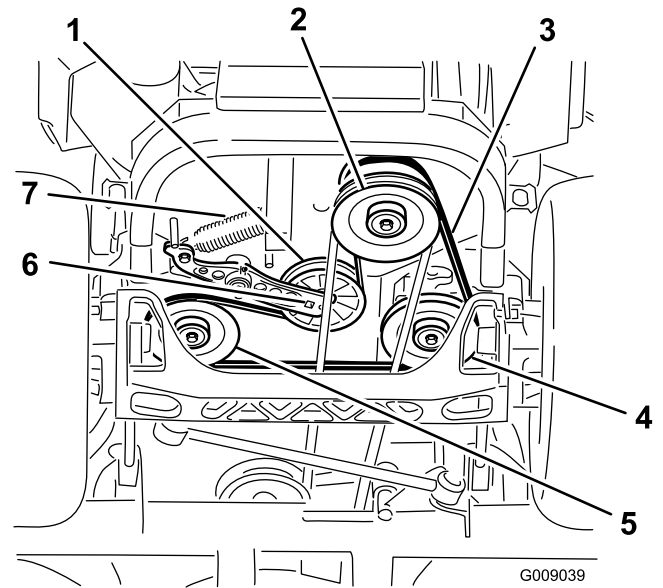

Bild 83
4. Heben Sie die Maschine an und stützen Sie sie mit Stützböcken ab (Bild 83).
5. Setzen Sie eine Ratsche in das rechteckige Loch im Spannarm ein, um die Spannscheibenfeder zu entfernen (Bild 83).
6. Haken Sie die Spannscheibenfeder vom Rahmen aus (Bild 83).
9. Setzen Sie einen Schraubenschlüssel in das rechteckige Loch im Spannarm ein, um die Spannscheibenfeder im Rahmen einzusetzen (Bild 83).